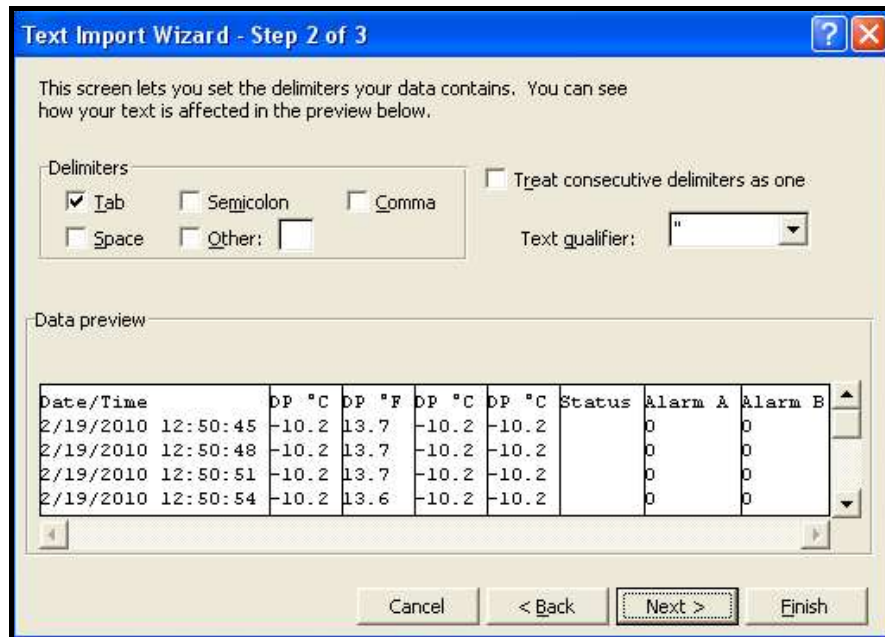

Figura 63: Asistente para importar texto 2 de Excel
2. Siga las instrucciones que aparecen en pantalla, realice los cambios que sean necesarios y haga clic en **Siguiente** >. Aparecerá la pantalla siguiente (vea la Figura 63 en la página 77).